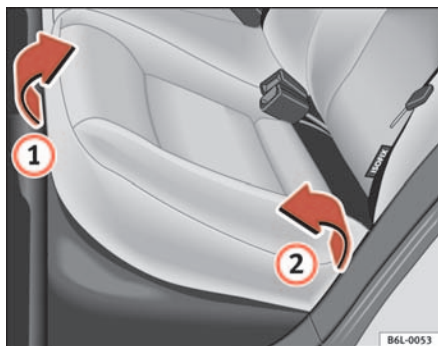
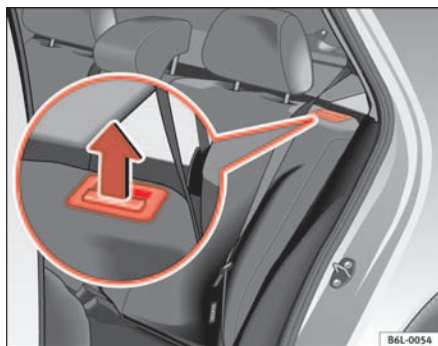

Fig. 73 Levantar el cojín del asiento trasero
Fig. 74 Tecla de desbloqueo del respaldo trasero
- Tire del borde delantero del cojín del asiento ⇒ fig. 73 ① hacia arriba en la dirección de la flecha.
- Levante el cojín ② hacia adelante en la dirección de la flecha.
- Tire de la tecla de desbloqueo ⇒ fig. 74 en la dirección de la flecha y abata el respaldo hacia delante.